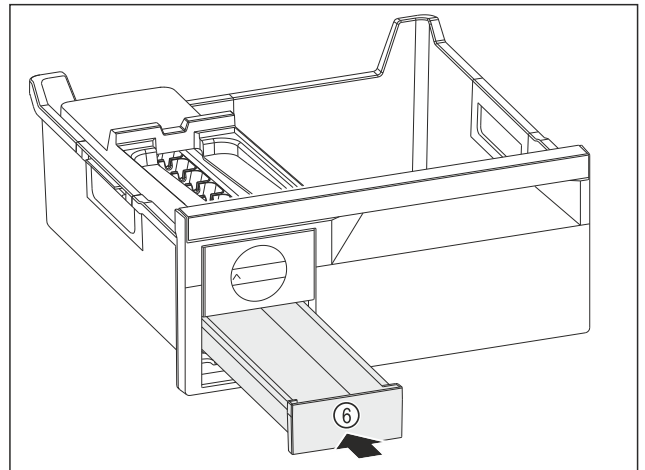

Fig. 146
- ▶ Ijsblokjesvak Fig. 146 (6) inschuiven.